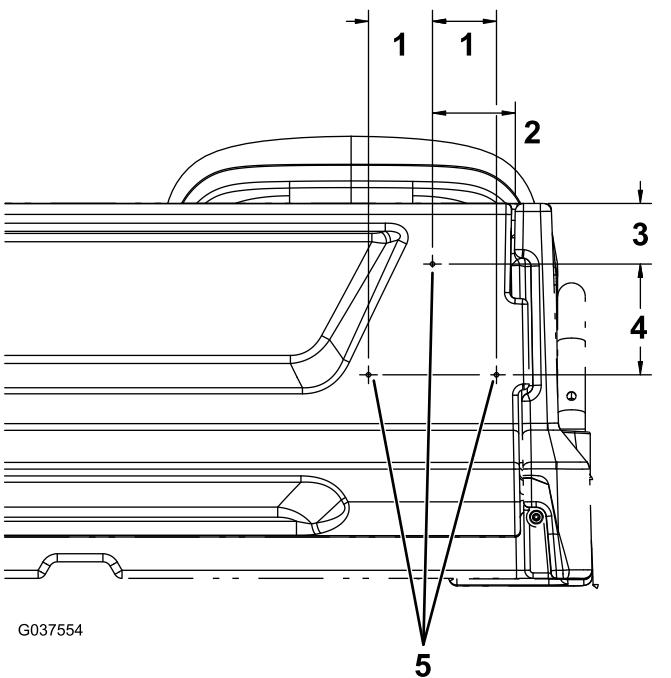

Рисунок 13
1. С правой стороны заднего откидного борта отмерьте 95 мм от правого края заднего откидного борта и 70 мм от верхней части заднего откидного борта и отметьте эту точку (Рисунок 13).
2. Отмерьте 128 мм вниз от отверстия, отмеченного в пункте 1, и 74 мм вправо и влево, поставьте здесь 2 точки (Рисунок 13).
3. Просверлите отверстие диаметром 5 мм в каждой из трех отмеченных точек (Рисунок 13).